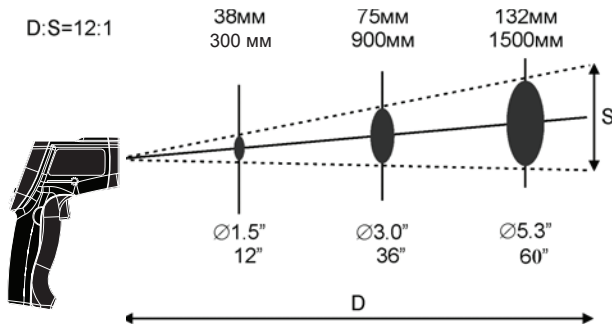

Рис.4
Во время измерения направляйте пирометр прямо на объект и держите нажатым кнопку ИЗМЕРЕНИЕ. С увеличением расстояния до объекта увеличивается и размер площади измеряемой области. (см. рис.4). Отношение расстояния до объекта (D) к размеру пятна измерения (S) составляет 12:1. С уменьшением размеров объекта, уменьшается и допустимая дистанция измерения. Убедитесь, что размер объекта как минимум вдвое больше, чем размер пятна измерения.